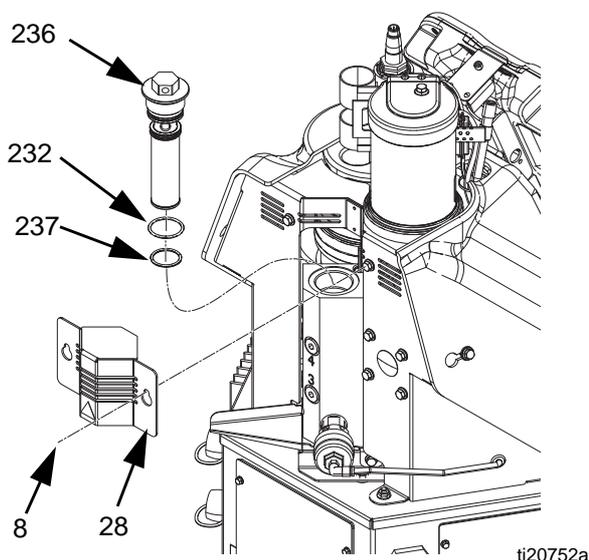

FIG. 21
4. Desserrer deux vis (8), puis faire glisser vers le haut la petite protection en métal (28) à l'arrière du système pour la retirer. Voir FIG. 21.
5. Utiliser une douille de 25,4 mm (1 po.) pour dévisser le filtre de sortie (236).
6. Introduire une clé hexagonale dans le bouchon du filtre de sortie pour le soulever (236) hors du système.
8. Placer les joints toriques (232, 237) fournis avec le nouveau filtre de sortie sur ce dernier (236).
10. Installer la petite protection en métal (28) sur le filtre de sortie, puis serrer les deux vis (8).